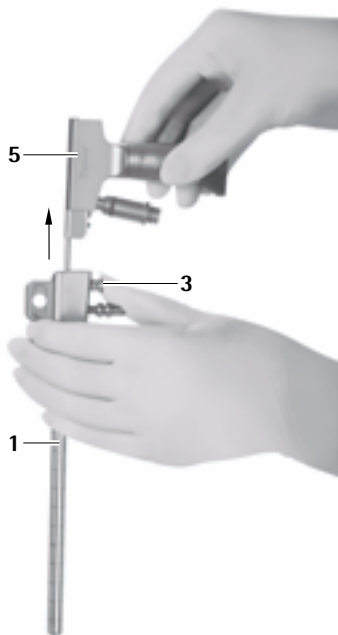

Fig. 8
- Premir o botão de desbloqueio **3** e puxar o endoscópio **5** para fora do trocarte MINOP inVent 1, ver Fig. 8.